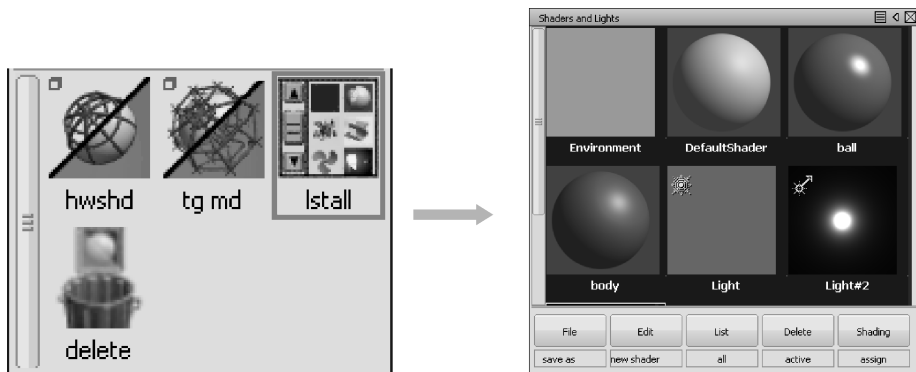

图 6-49 打开多重列表窗口
- 01 单击控制面板下方的【Multi-Lister (List all)】工具，打开多重列表窗口，多重列表窗口中显示整个场景中添加的材质球、灯光等样例，如图 6-49 所示。